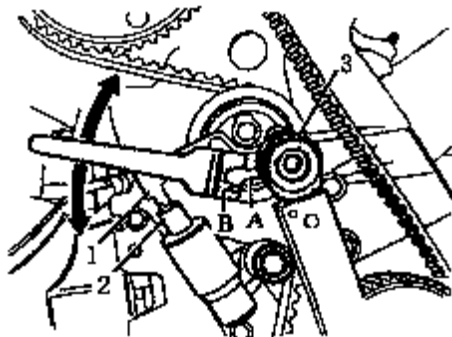
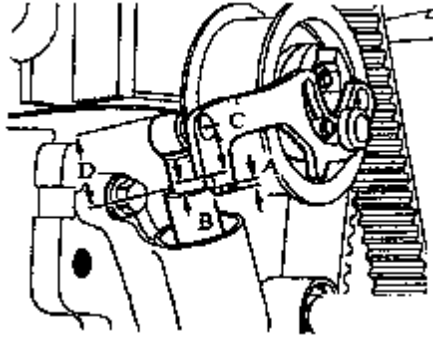

图 4-44 张紧齿形皮带
图 4-45 检查距离 A
(1) 将凸轮轴皮带轮上标记对准气缸盖罩上的标记，将齿形皮带装到曲轴皮带轮上（旋转方向须无误），安装齿形皮带护罩上体，用一个螺栓拧紧减震器/皮带轮，将曲轴盘至 1 缸上止点。
(2) 如图 4-44 所示，张紧齿形皮带，用钩形扳手（Matra V159）向右转动张紧装置，直至柱塞 1 完全伸出，柱塞 2 上升约 1mm，用手拧紧紧固螺栓 3。将曲轴盘动 2 圈，检查凸轮轴及曲轴标记是否对准基准点。
(3) 如图 4-45 所示，检查距离 A 是否与柱塞（图 4-44 中 2）的上端相同。距离 A 为调整正确，距离 B 为磨损区域，距离 C 为重新调整或检查皮带传动机构及张紧装置是否磨损。若柱塞端部处于距离 A 范围内，距离 D 相应为 25~29 mm。
(4) 用钩形板 B 反向定住齿形皮带张紧装置，拧紧紧固螺栓（图 4-44）。
(5) 安装减震器/皮带轮、齿形皮带护罩（上部）和齿形皮带张紧装置，再安装齿形皮带和锁固定支架及连接件。其有关的拧紧力矩见表 4-3 所示。